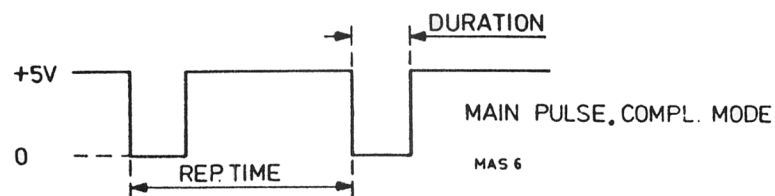

Abb. VI-3. Komplementäre Hauptimpulse
- Wahltaste COMPL. drücken und die komplementäre Impulsreihe nach Abb. VI-3 beobachten.